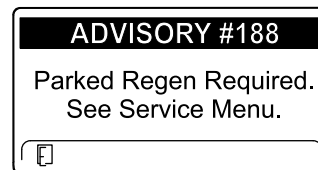

Figura 37
- É necessária regeneração em estacionamento AVISO N.º 188 (Figura 37)